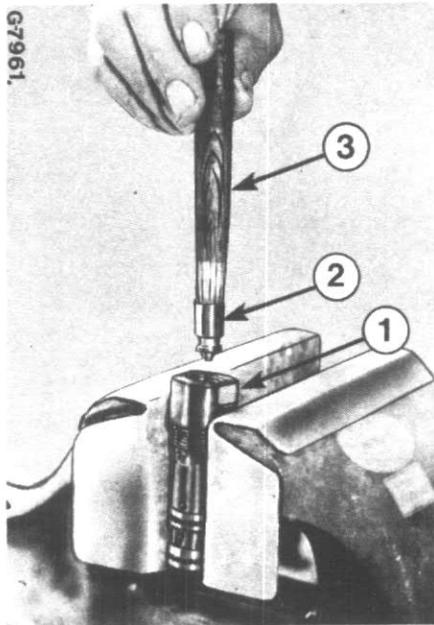

Fig. 36
Inspectez la face d'étanchéité du bonhomme de clapet (5) et la contre-face dans le corps (6). Les petits défauts peuvent être corrigés en rodant le bonhomme (5) sur son siège, comme indiqué sur la figure 36.